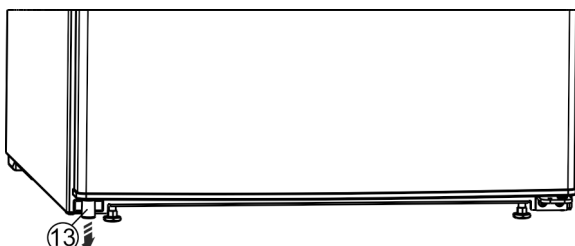

Fig. 5
- ▶ Vlevo dole vytáhněte z dveří distanční vložku Fig. 5 (13).